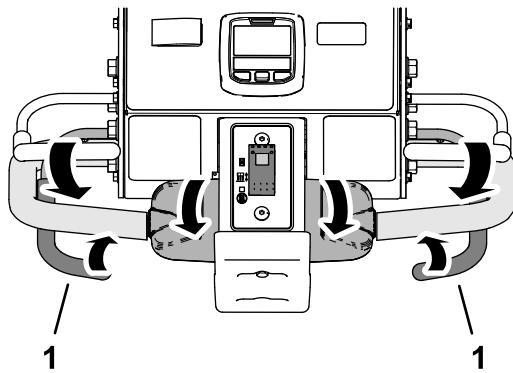

Figure 94
- Serrez la barre de commande d'aération gauche ou droite (Figure 94).